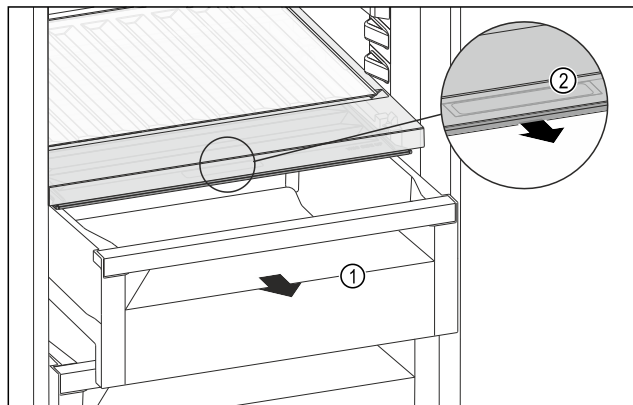

Fig. 161
- Schubfach Fig. 161 (1) herausziehen.
- Griffmulde Fig. 161 (2) am Fachdeckel anfassen und Fachdeckel gleichzeitig nach vorne ziehen.